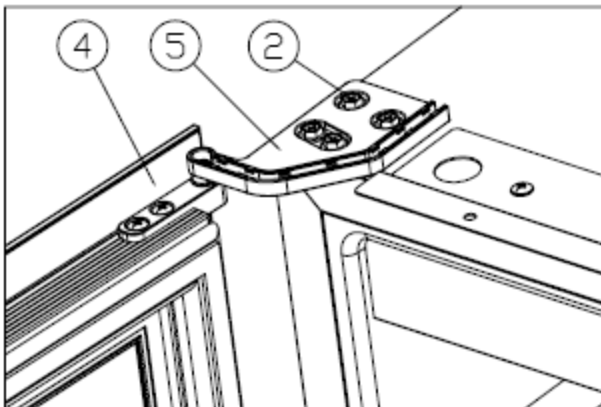

Abb. 6
- ✧ Die Tür④ um 180 Grad wenden, das untere Scharnier montieren und die M5*16-Schrauben anziehen②. [Abb. 6] Das Wechseln des Türanschlags ist erfolgt.